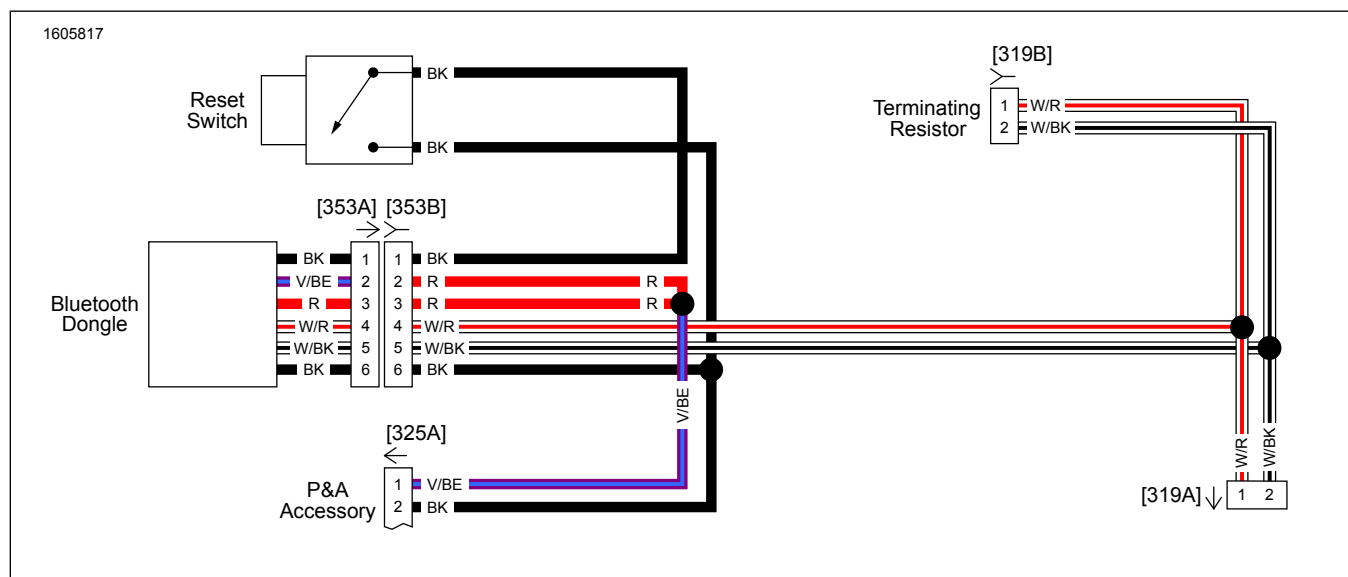

Figure 16. Faisceau dongle bluetooth (2017 et ultérieurement)(typique)
1. Voir la Figure 16. Installez et dirigez le faisceau de dongle bluetooth.
Si Numéro d'identification personnel (PIN (NIP)) est oublié ou verrouillé et doit être réinitialisé, maintenez enfoncé le « commutateur de couplage ou de réinitialisation » (voir Figure 16 , élément 3) pendant 3 secondes pour réinitialiser le code NIP. Reconnectez-vous à la clé Bluetooth dans l'application H-D Audio pour définir un nouveau NIP.